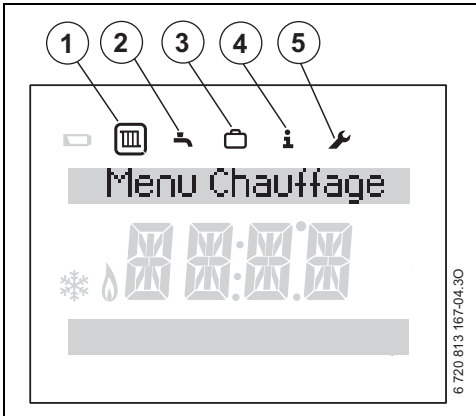

Fig. 13 Menu utilisateur
- Cinq icônes s'affichent dans le haut de l'écran (→fig. 13).